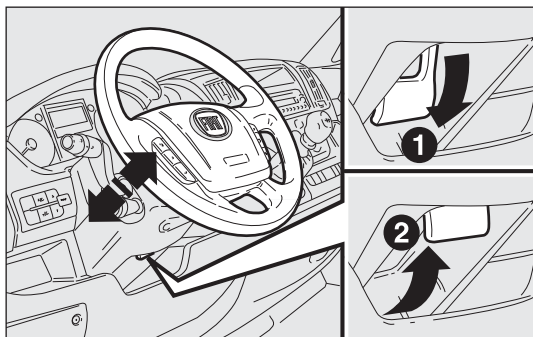

fig. 45
- sbloccare la leva fig. 45 tirandola verso il volante (posizione 2);